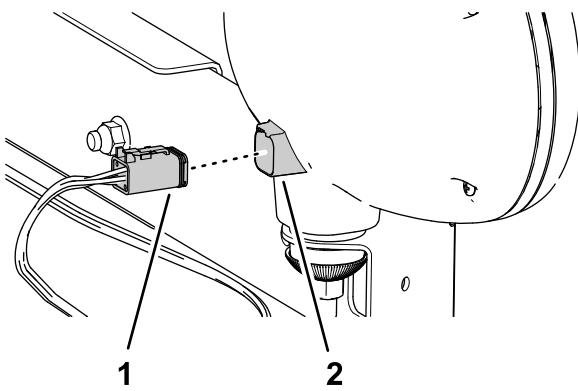

Figura 15
5. Ligue os conetores de seis tomadas rotulados RIGHT FRONT TURN/RUNNING LIGHT (sinal de mudança de direção para a direita frontal/luz de presença) e o conector de seis tomadas (SINAL DE MUDANÇA DE DIREÇÃO PARA A DIREITA FRONTAL/LUZ DE PRESENÇA) nos conetores de seis pinos das luzes de trabalho (Figura 15).